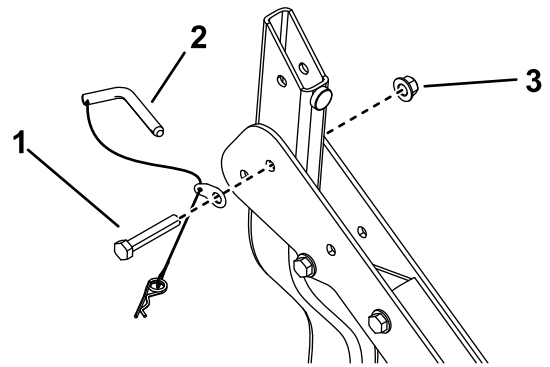

Figure 12
- Avec l'aide d'une autre personne, fixez l'arceau de sécurité et la rondelle à cordon aux tubes inférieurs à l'aide d'un boulon (½ x 3 po) et d'un contre-écrou (½ po) par tube (Figure 12).